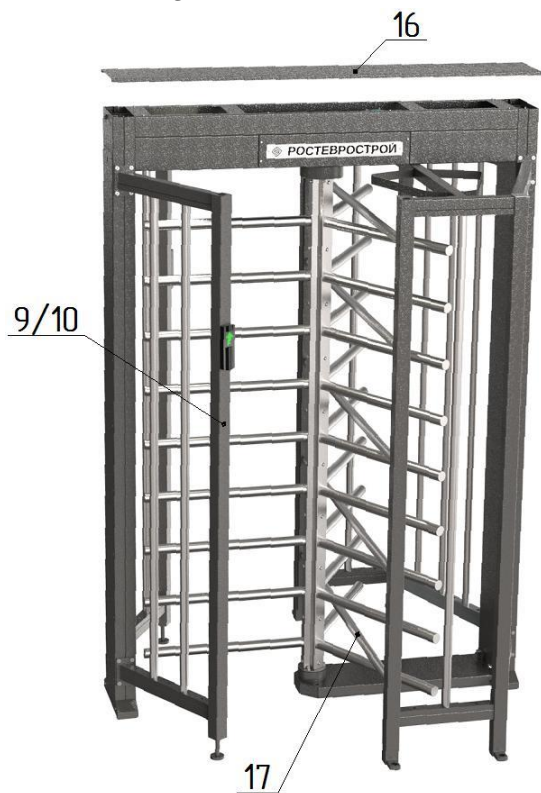

Рис. 6
5. Окончательная сборка (рис.6):
– установите на место крышку 16 (выполнить после подключения турникета и проведения режима калибровки) и закрепите винтами М4 (рис.6)